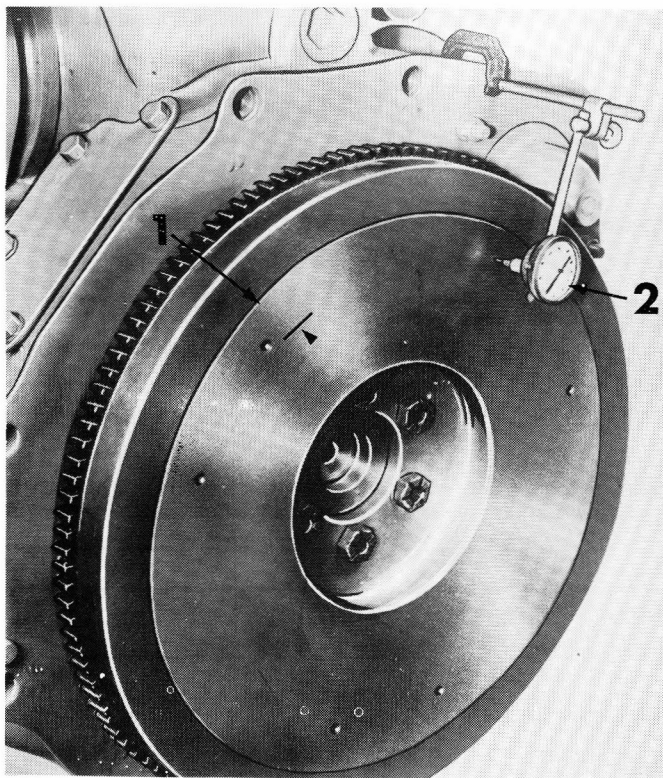

FIGURE 67 : Contrôle du faux-rond du volant
3. Avant d'extraire les boulons fixant le volant, contrôler le faux-rond à l'aide d'un comparateur (Figure 67). Mesurer le faux-rond entre le bord extérieur de la surface de friction et les trous des boulons de fixation.